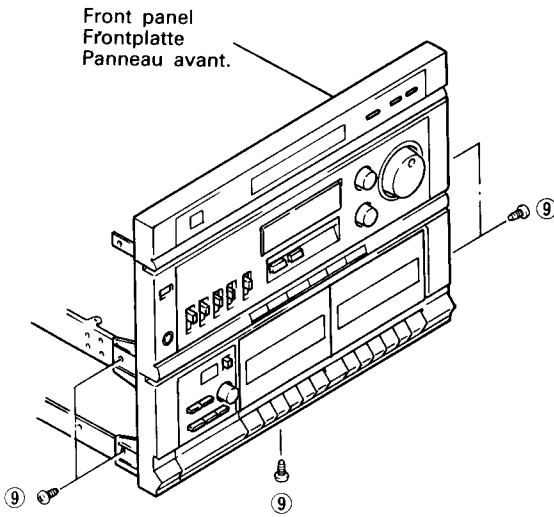

Fig. 5 Abb. 5
5. **Frontplatte (Abb. 5)**
**5. Panneau avant (Fig. 5)**